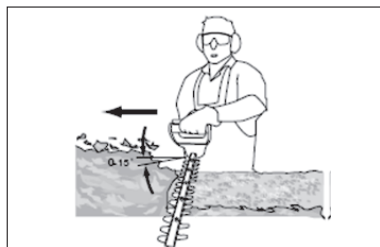

Fig. 7
5. Después de los lados cortados, comience el corte en la parte superior. Trate de mantener el dispositivo de corte en un ángulo de aproximadamente 15 ° desde la superficie de corte (Fig. 7).